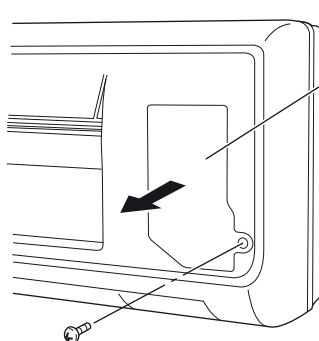

Abb. 24a
- (1) Fassen Sie beide Enden des Lufteinlaßgrills an, entfernen Sie ihn, indem sie ihn nach vorne öffnen und gegen sich herausziehen.
- (2) Danach entfernen Sie die Schraube an der rechten Abdeckplatte und öffnen diese. (Abb. 24a oder 24b)